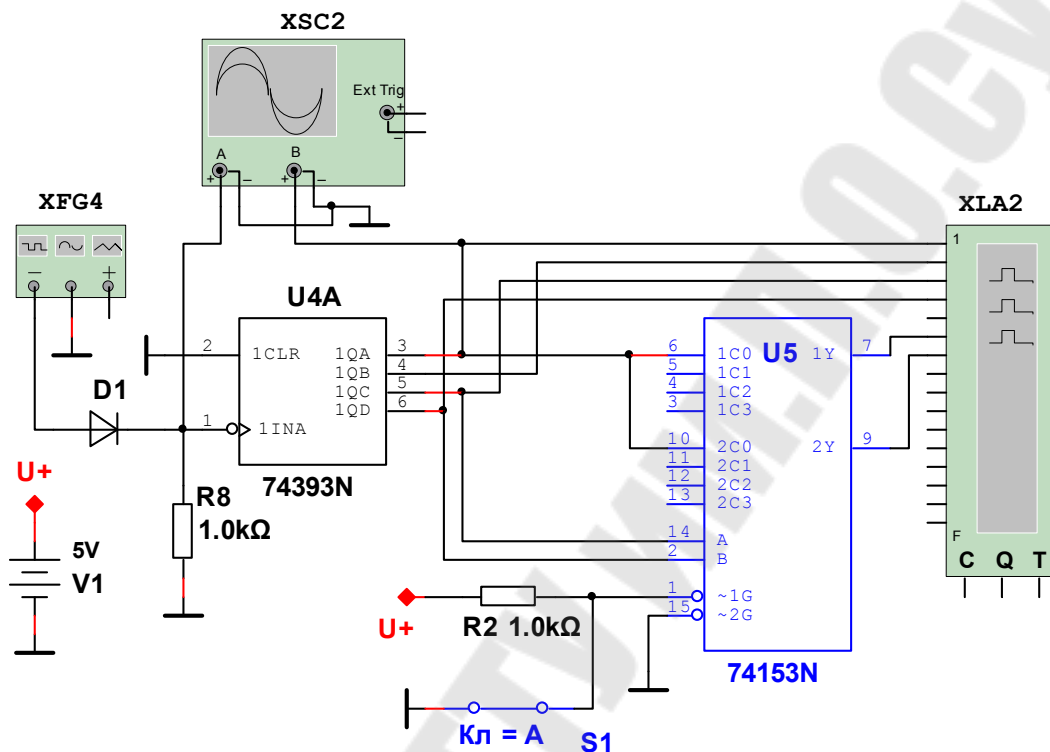

Рис. 7.2. Схема для исследования мультиплексора
3. Собрать схему, показанную на рис. 7.2. На рис. 7.2 обозначено: V1 – источник постоянного напряжения; U4A – двоичный счетчик; U5 – дешифратор; R2 – «подтягивающее» (pull-up) сопротивление; R8 – токоограничивающий резистор; D1 – диод; S1 – ключ; XFG4 – функциональный генератор; XSC2 – осциллограф; XLA2 – логический анализатор.